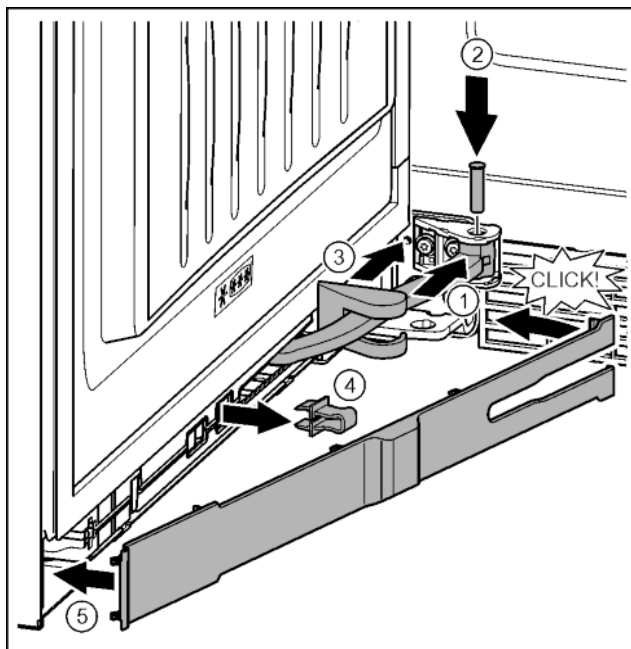

Fig. 39
- ▶ Scharnier in de ophanging draaien. Fig. 39 (1)
- ▶ Bout met een schroevendraaier T15 in de ophanging en het scharnier plaatsen. Opletten dat hierbij de vergrendelnok correct in de groef zit. Fig. 39 (2)
- ▶ Afdekking van de lagerbus langs het scharnier schuiven en over de ophanging monteren. Fig. 39 (3)
- ▶ Borging verwijderen. Fig. 39 (4)
- ▶ Paneel aan de kant van de greep aanbrengen en naar binnen draaien. Fig. 39 (5)